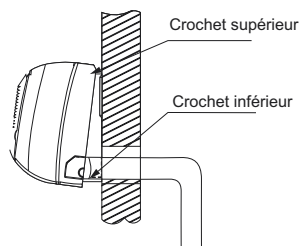

Fig. 19 – Installation du module intérieur
8. Poussez la partie inférieure du module intérieur contre le mur, puis déplacez le module intérieur d'un côté à l'autre et de haut en bas pour vérifier qu'il est bien accroché (voir fig. 19).